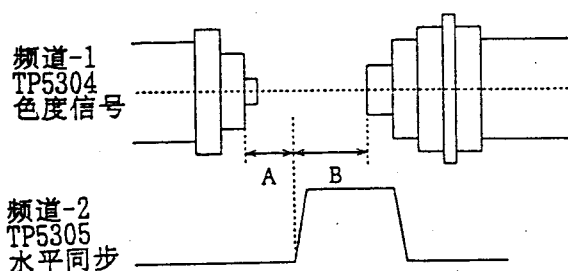

图2-14
2. 接双轨迹示波器于录象机CH-1的TP5304(色度信号)和TP5301(接地)以及CH-2的TP5303(水平同步信号)和TP5301(接地)，使色度信号输出与图2-14的所示一致。